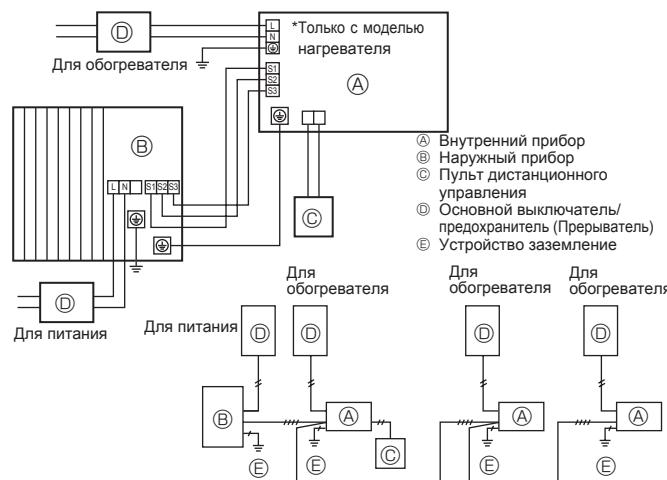
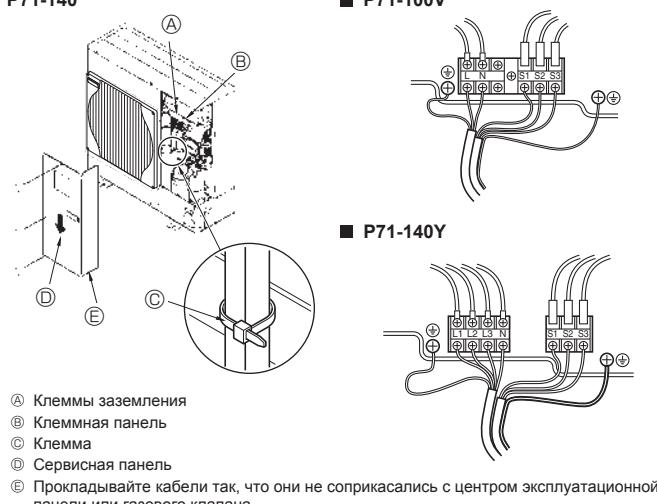

Fig. 6-1
Fig. 6-2
6.1. Наружный прибор (Fig. 6-1, Fig. 6-2)
- ① Снимите защитную панель.
- ② Подсоедините кабели, как указано на рис. 6-1 и рис. 6-2